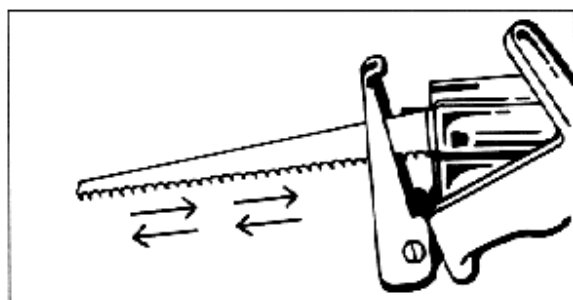

Рис.3
- возвратно-поступательный, см. рис.3.